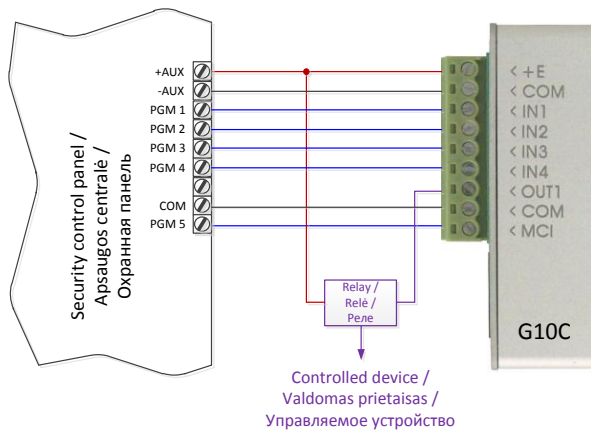

Рис.1. Общая схема подключения к охранной панели, когда установлен режим постоянного контроля состояния входов (**24 h**).
- а) *Режим постоянного контроля входов (24 h)*. При изменении охранной панелью состояния PGM выхода нарушается входная цепь модуля. Об этом событии модуль по установленным адресам посылает сообщение на пульт наблюдения. Когда охранная панель восстанавливает начальное состояние PGM выхода, восстанавливается и состояние внешней цепи входа модуля. Модуль посылает сообщение об этом восстановлении. Общая схема подключения приведена на *Рис. 1*.